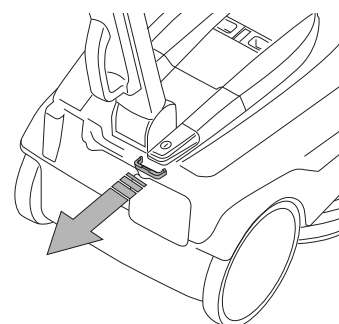

Fig.2C
- Retirer le bloc mécanique de l'interrupteur (Fig. 2C)